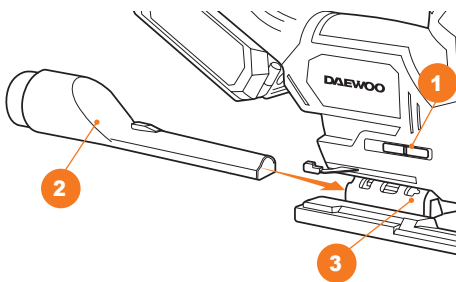

Рис. 7
- Установите патрубок **2** подключения пылесоса для отвода опилок в порт продувки **3** до упора (Рис. 7).